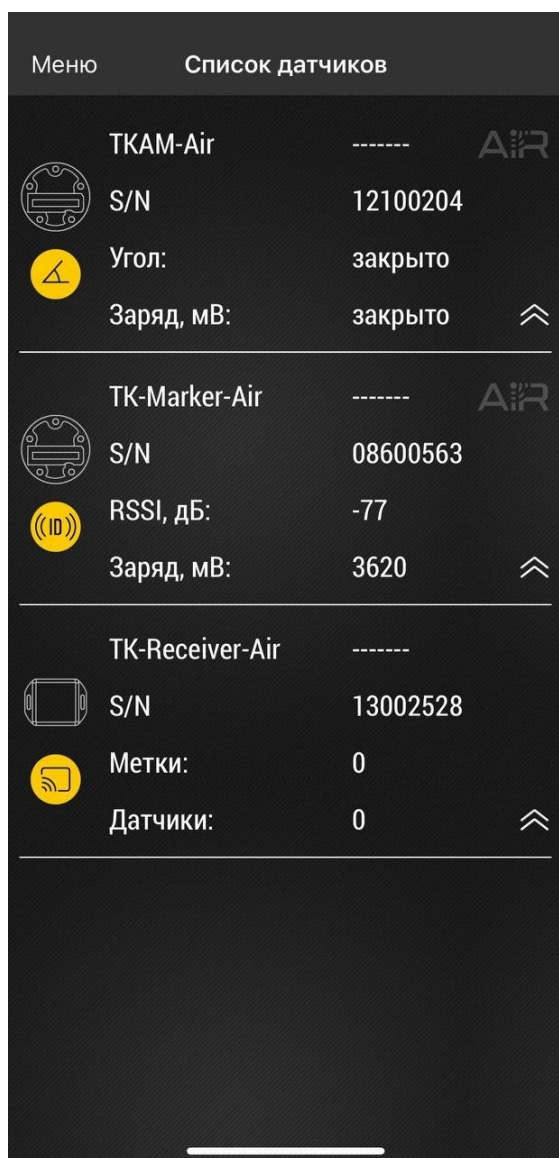

Рис.4. Найденные устройства.
- Запустите приложение USP Tool. Откроется окно поиска поддерживаемых устройств (**Рис.4**). Все найденные устройства будут выведены на экране общим списком. При необходимости можно выполнить фильтрацию отображаемых устройств, нажав «**Меню**» | «**Тип устройства**».